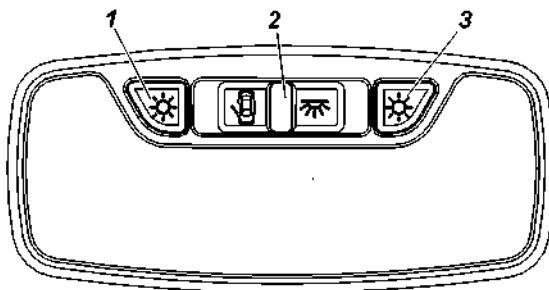

Рис. 3.26. Плафон освещения салона:
**Плафон освещения салона** включает в себя секции индивидуального освещения водителя и переднего пассажира. Левая и правая секции индивидуального освещения, включаются нажатием выключателей, 1 или 3 ( рис. 3.26) соответственно.